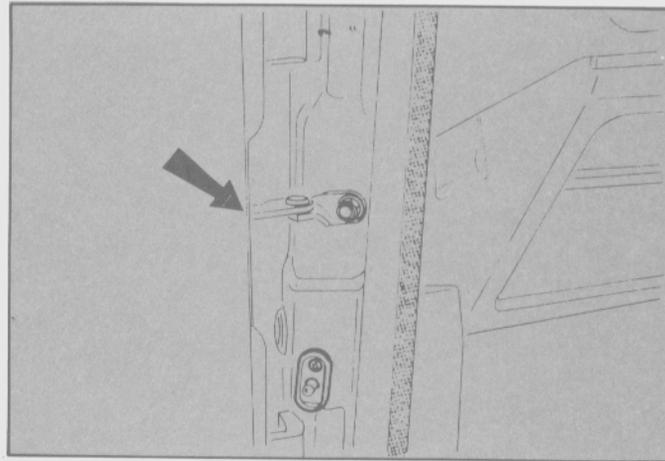

Fig. 173
- Retirar el limitador de apertura de puerta (Fig. 173).
- Instalar la cubierta de la columna de dirección y el limitador de apertura de puerta. Montar las grampas de sujeción y el burlete (Fig. 173).